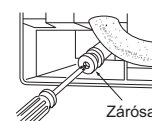

Fig. 3
- Ha az elvezető tömlőt a kemény PVC csőhöz csatlakoztatja, dugja be biztonságosan a csőbe. (Fig. 3)
- Tegye fel a zárósapkát oda, ahova az elvezető tömlő csatlakozik a beltéri egység hátulján. (Fig. 3)
- 2) Sorjazzza le teljesen a vágási felületet. (Fig. 3)